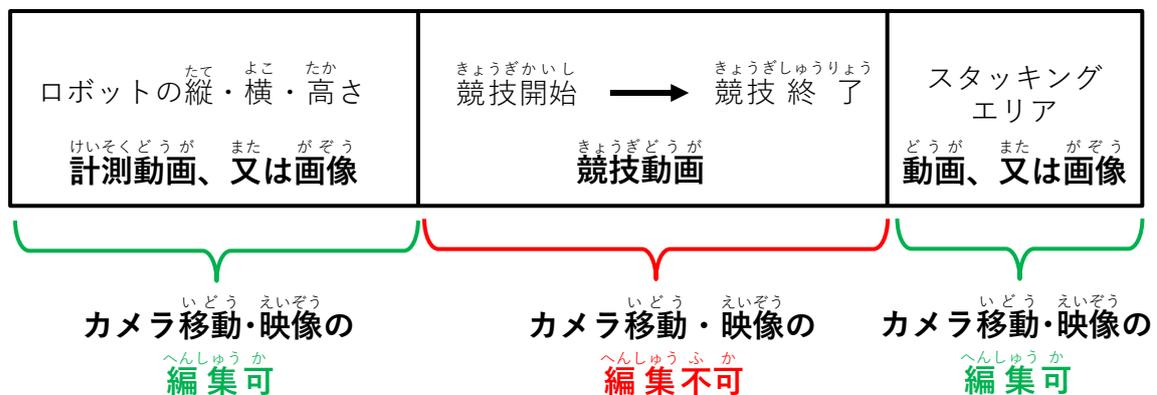

図.13 投稿動画の内容
- 5) 競技開始から競技終了までの動画はノーカットで撮影し、撮影中のカメラの移動は禁止とする(図.13 参照)。